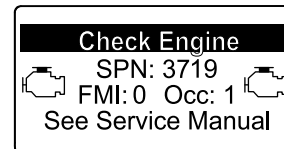

Figura 57
- Se for necessária uma regeneração de recuperação, o InfoCenter mostra o aviso do motor SPN 3719, FMI 16 (Figura 57) e o computador do motor reduz a potência do motor para 85%.